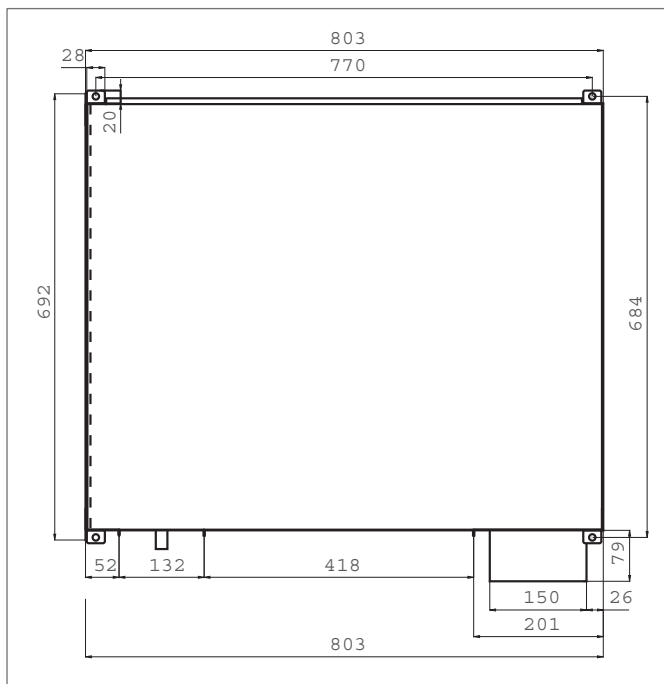

Fig. 4-1: Vista desde arriba del deshumidificador con las distancias
- El deshumidificador tiene en la parte superior 4 pestañas de fijación, cada una con un taladro (de 10 mm de diámetro). En la fig. 4-1 puede ver las diferentes distancias entre las pestañas. Utilice estas pestañas para fijar el deshumidificador a los herrajes de fijación del techo.